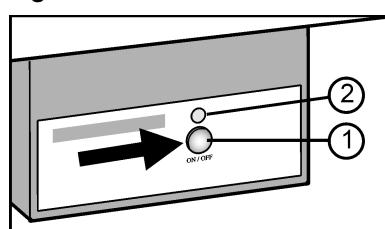

Fig. 7
- Tecla On/Off Fig. 7 (1) apertar, de modo que o LED Fig. 7 (2) fique aceso.